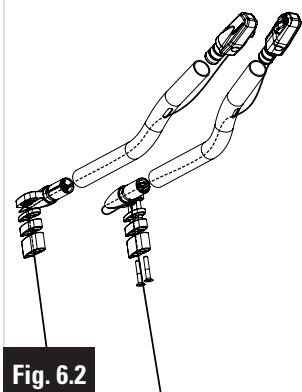
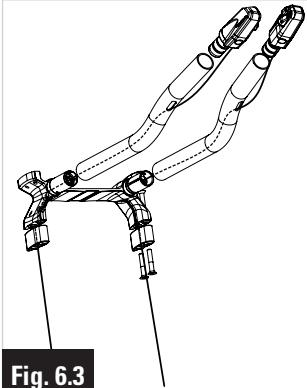

Fig. 6.2
Fig. 6.3
- 2- **Routage des fils électriques dans les prolongateurs (étape facultative, cf. encadré Routage des prolongateurs en externe).** Faire passer les connecteurs des shifters dans les oblongs des prolongateurs. Traverser le support prolongateur, puis les cales de réglages (Fig. 6.2). Si vous utilisez le BRIDGE, sortir directement par les oblongs inférieurs du BRIDGE (Fig. 6.3).